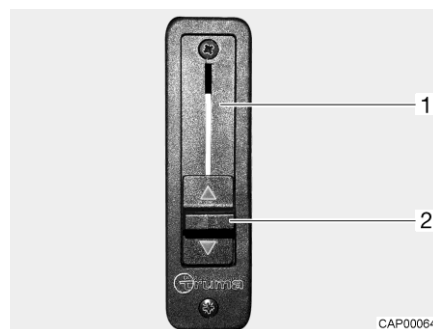

Bild 10 Skjutreglage för kanalspärr
- Skjut skjutreglaget (Bild 10,2) hela vägen upp. Kanalspärren (Bild 10,1) är öppnad. Värmesystemet för bodelen värmer även vindrutan.
- Skjut skjutreglaget (Bild 10,2) hela vägen ner. Kanalspärren är stängd. Värmesystemet för bodelen och basfordonets värmesystem är separerade sinsemellan.